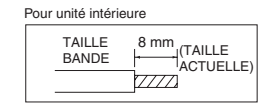

Fig. 3-53
- (1) Couper l'extrémité de câble avec des pinces coupantes, puis dénuder l'isolant pour exposer le fil sur environ 8 mm. Voir l'étiquette (Fig. 3-53) près de la plaque à bornes.